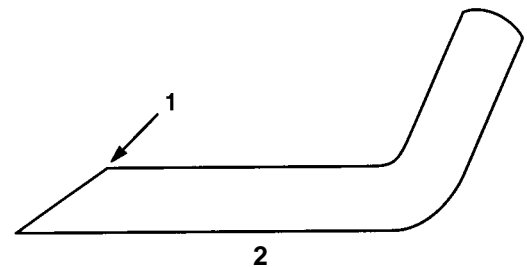

Bild 18
5. Die Schnittkanten aller Messerbalken kontrollieren. Stumpfe oder ausgekerbte Schnittkanten sind zu schärfen. Nur die Oberseite der Schnittkante schärfen, wobei der ursprüngliche Schnittwinkel beizubehalten ist, um die beste Leistung des Messers zu gewährleisten (Bild 18). Wenn immer die gleiche Menge Metall von beiden Enden des Messers abgetragen wird, bleibt das Messer ausgewuchtet.